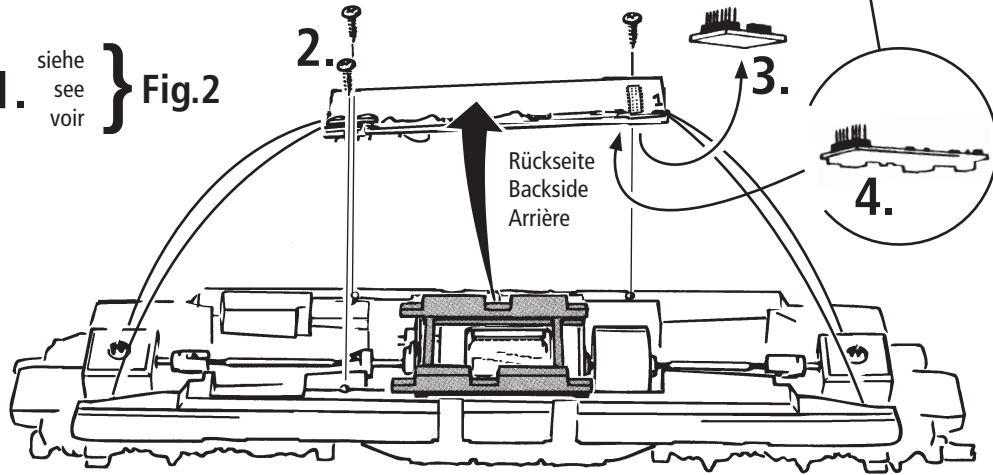

Fig. 4
1. Reinigung der Radstromkontakte: Radstromkontakte können auf unsauberen Schienen leicht verschmutzen. Entfernen Sie **vorsichtig** mit einem kleinen Pinsel **den Schmutz** an den in Fig. 4 gekennzeichneten Stellen.
1. Nettoyage des lames de courant aux roues: Les lames de contacts risquent de s'encrasser rapidement sur des voies poussiéreuses. Veuillez **enlever la poussière** aux endroits marqués à la fig. 4 à l'aide d'un petit pinceau souple.